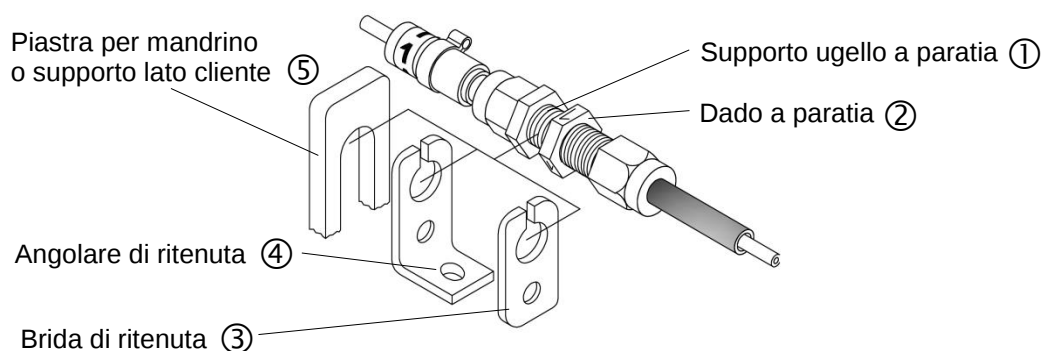

Fig. 5: Supporto ugello a paratia
- 4.5 Il supporto ugello a paratia (Fig. 5 ① M10x1, lunghezza di serraggio $s \leq 10$ mm) viene fissato dal dado a paratia (Fig. 5 ②) vicino al sito d'impiego, ad esempio in una piastra per mandrino (Fig. 5 ⑤ lato cliente) o assicurato tramite una brida di ritenuta (Fig. 5 ③ opzione), in particolare angolare di ritenuta (Fig. 5 ④ opzione), in modo che l'ugello possa essere allineato in direzione ottimale e alla distanza minima possibile dal punto di lubrificazione, in particolare punto di fabbisogno (ad esempio sull'utensile), (vedere SPECIFICHE TECNICHE "Supporto ugello" e "Applicazione di film lubrificante", a parte).